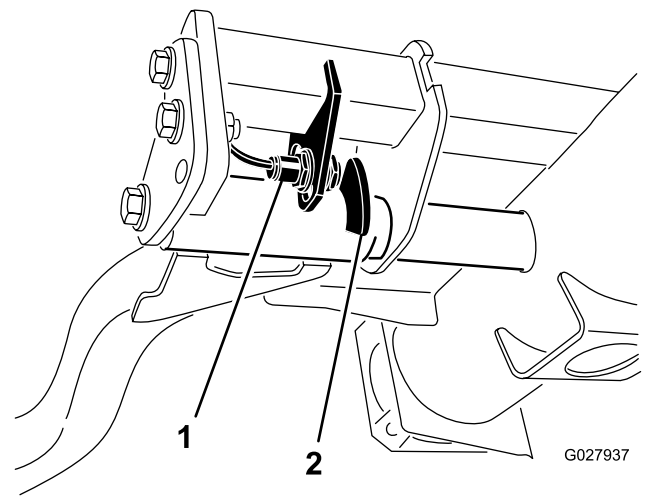

Bild 68
2. Der Hubarmschalter befindet sich unter dem Hydraulikbehälter hinter dem rechten vorderen Hubarm (Bild 68).
3. Lösen Sie die Befestigungsschrauben des Schalters und schieben den Schalter nach unten, um die Wendehöhe des Hubarms zu erhöhen, oder schieben Sie den Schalter nach oben, um die Wendehöhe des Hubarms zu verringern (Bild 68).